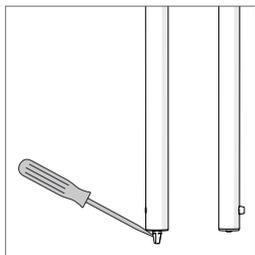

Fig. 9
- Allentare delicatamente la spina di rilascio del perno direzionale con l'ausilio di un cacciavite a taglio (non in dotazione) (**fig. 9**).